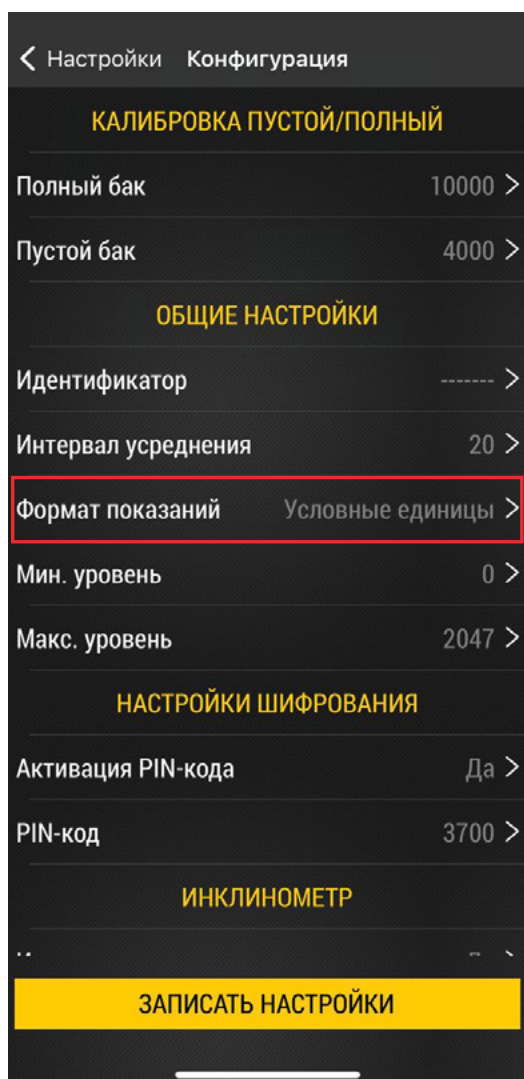

Рис.21. Меню «Конфигурация».
- В меню «Конфигурация» выберите «Формат показаний» (Рис.21). Откроется меню задания усреднения.